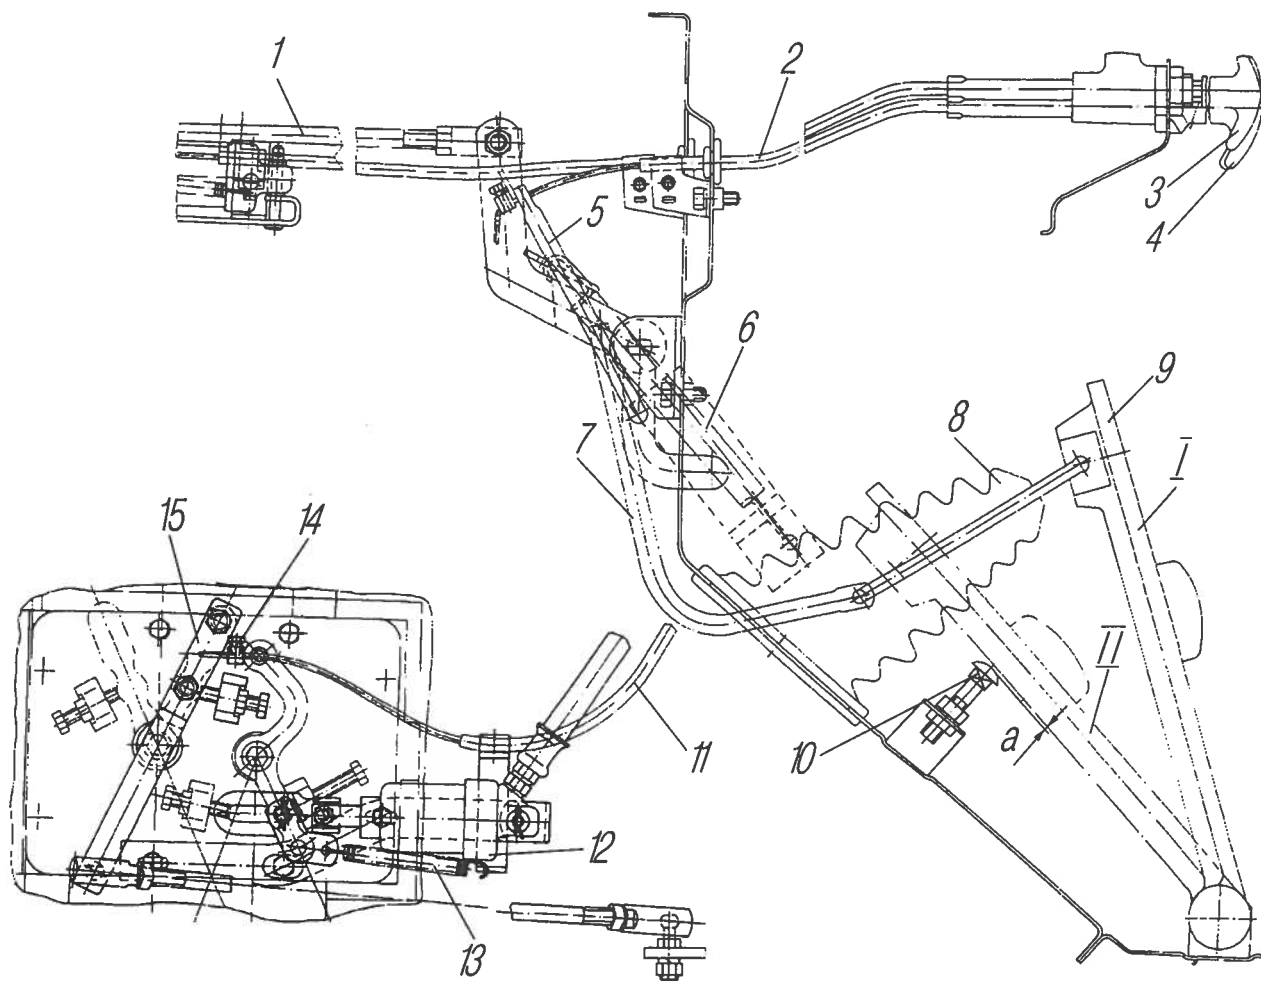

Рис. 22. Привод управления подачей топлива и ручного останова двигателя:
**Привод управления подачей топлива и ручного останова двигателя (рис. 22)** механический, состоит из педали, тяг, рычагов и ручек управления.